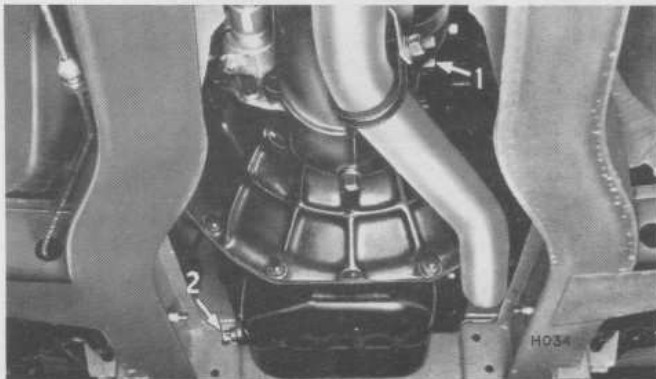

Fig. 73
Togliere il tappo (2), Fig. 73, per scaricare l'olio. Riposizionare il tappo, riempire al giusto livello con un olio corretto (Pagine 70 e 71) attraverso il tappo, Fig. 67.
RABBOCCAMENTO SCATOLA DEL CAMBIO/GRUPPO OVERDRIVE (Fig. 73)